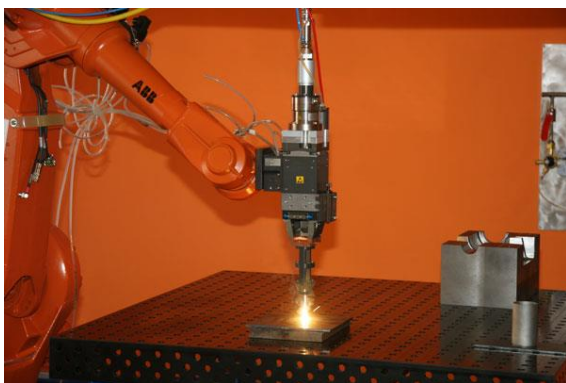

Рисунок 1
- Волоконный лазер (рисунок 1);